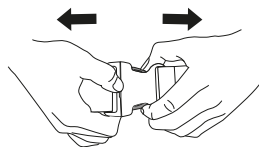

fig.13
- Rilasciare la fibbia della cintura (vedere fig.13).